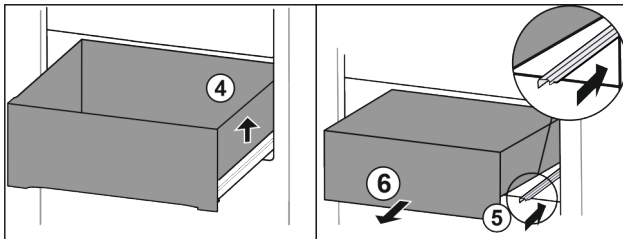

Fig. 90
- ▶ Підняти висувний ящик праворуч. Fig. 90 (4)
- ▶ Вставити праву рейку. Fig. 90 (5)
- ▶ Вийняти висувний ящик рухом вперед. Fig. 90 (6)